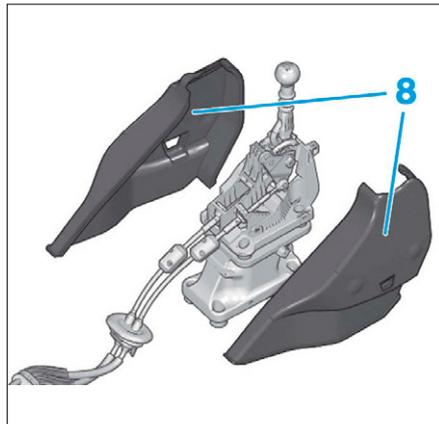

FIG. 9
- Dégrafer les garnitures latérales (8) puis les retirer (Fig.9).